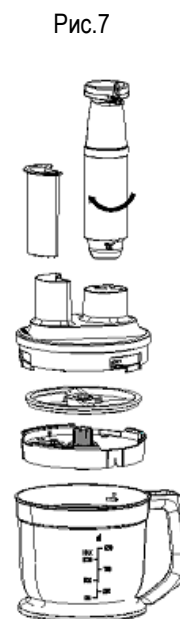

Рис.7
- Порядок установки насадок показан на Рис.7.